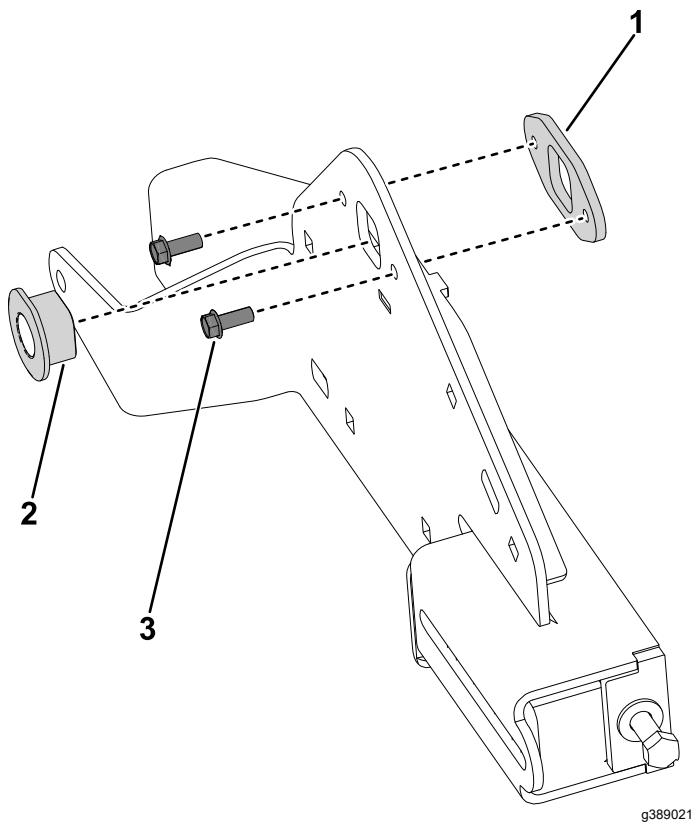

Figura 28
2. Instale el casquillo del eje en la sujeción de la oruga (Figura 28).
3. Instale la sujeción del casquillo de eje en la sujeción de la oruga y fíjela con los 2 tornillos ($\frac{1}{4}'' \times \frac{5}{8}''$) (Figura 28).